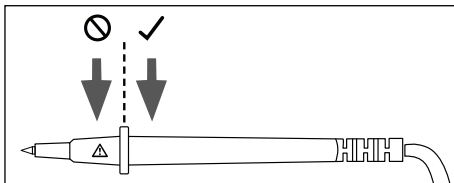

Abb. 3
- Halten Sie die Messspitzen **6** nur im vorgesehenen Griffbereich fest (siehe Abb. 3). Der Bereich mit dem Warnzeichen ⚠ darf nicht berührt werden, ansonsten besteht beim Messen Gefahr durch Stromschlag!